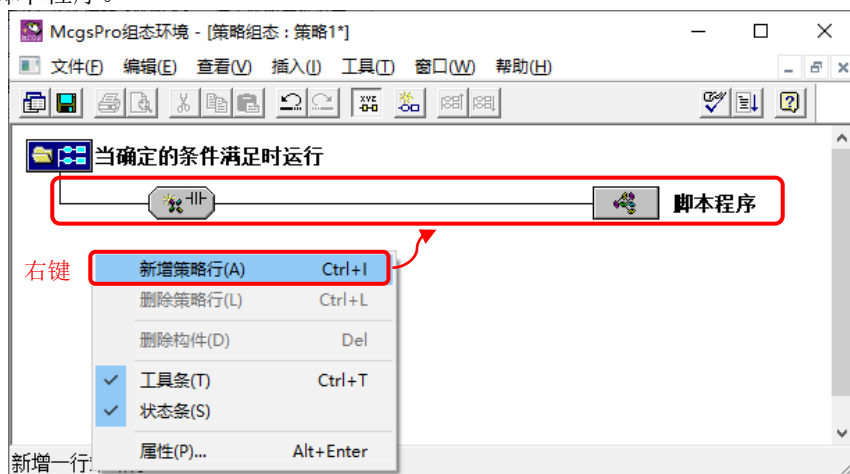

图 2.5-5 新增策略行
⑥ 如图 2.5-5，在策略组态界面空白处点击【右键】→【新增策略行】。“策略 1”满足触发条件，将执行策略行中的脚本程序。